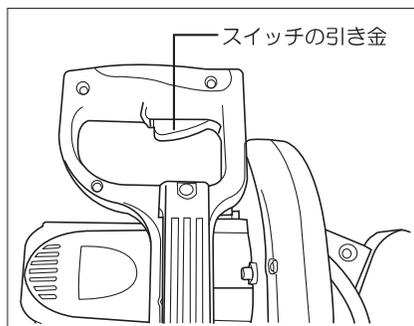

図10
- スイッチは、スイッチの引き金を引けば入り、離すと切れます。(図10参照)